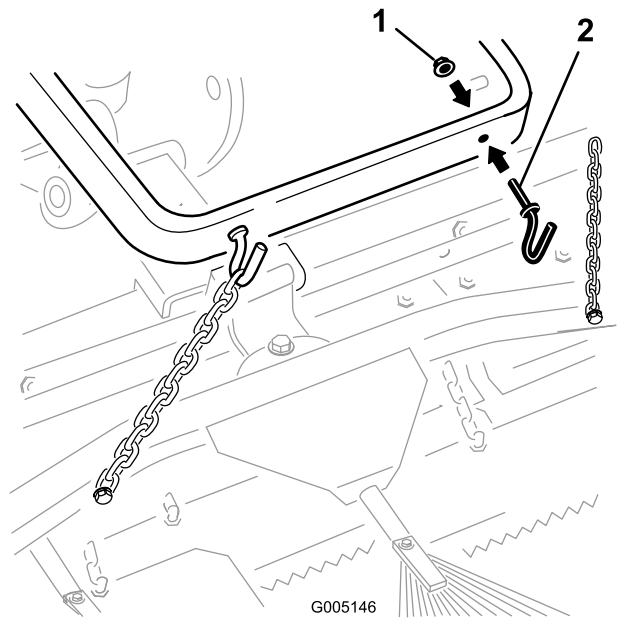

图5
A. 用2个螺母 $\frac{3}{8}$ 英寸将2个挂钩安装到提升臂的背部图5。将链条固定到挂钩上的所需长度处。